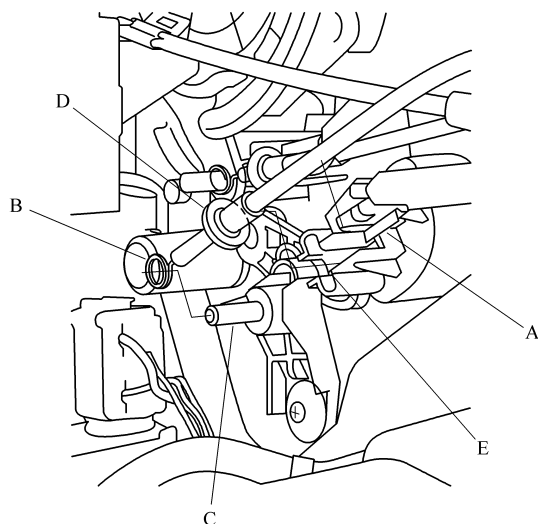

图 2-5 断开空气混合控制拉索
③ 断开温度（空气混合）控制拉索
b. 如图 2-5 所示，从卡夹 A 上松开空气混合控制拉索壳体，并从空气混合控制连杆 C 上断开内拉索 B。